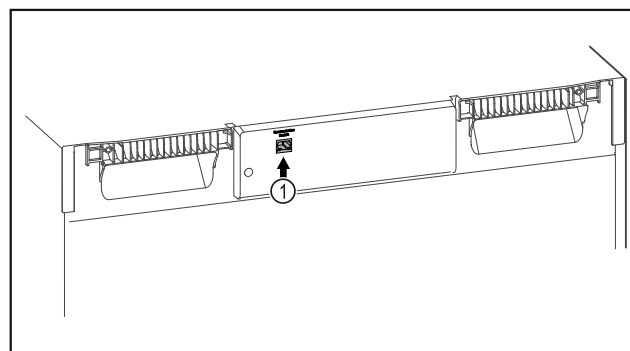

Fig. 86
- ☐ Założono SmartModule Fig. 86 (1).